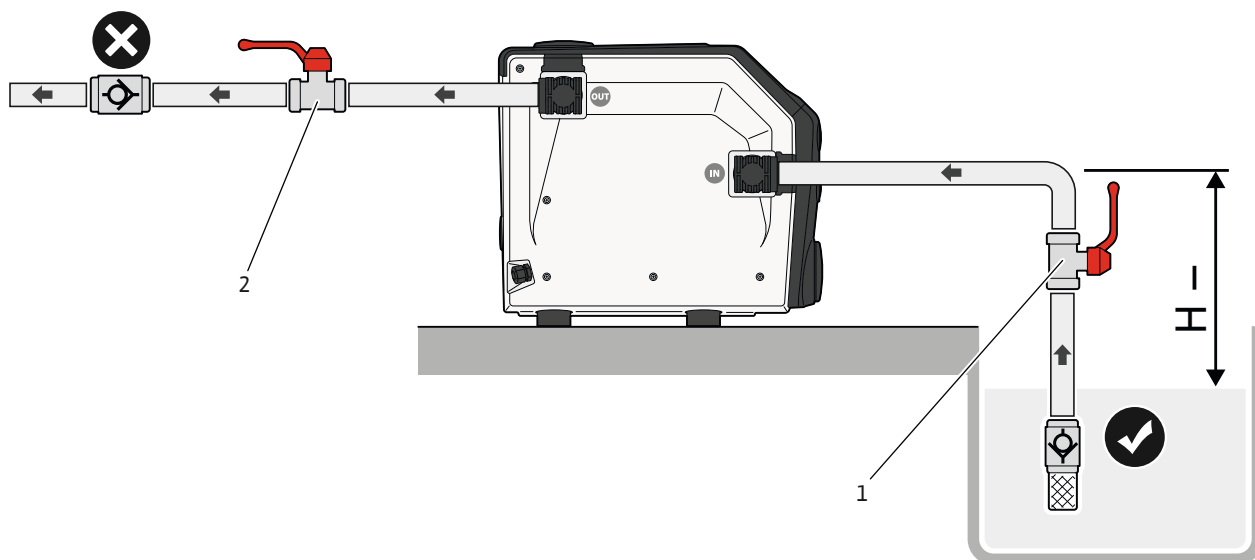

Fig. 7: Modul de aspirație
1. Închideți vana de închidere cu sertar (Fig. 7 – Poz. 1, 2) pe partea de aspirație și refulare.